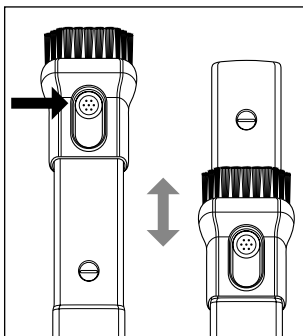

Fig. 3
- ◆ Pour régler le suceur 2 en 1 ❶❷ maintenez le bouton appuyé sur la buse à brosse. Poussez la buse à brosse vers l'avant lorsque vous souhaitez l'utiliser. Poussez la buse à brosse vers l'arrière lorsque vous souhaitez utiliser le suceur étroit (voir fig. 3).